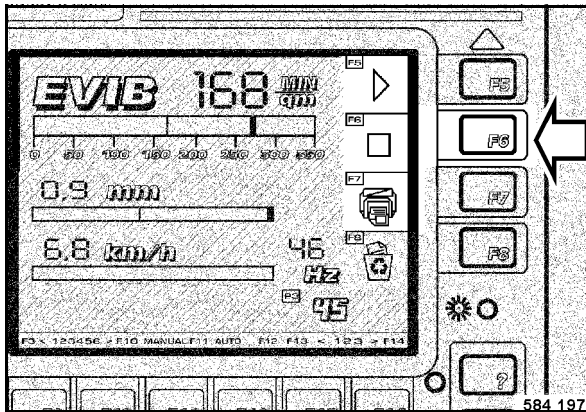

fig. 80
- Effectuer les passes de compactage en marches avant et arrière jusqu'à ce que, après la pression sur la touche F6 "Stop", la zone de contrôle verte, à gauche à côté de F5 (fig. 80), s'éteigne et que la zone de contrôle rouge F6, située en-dessous, s'allume.